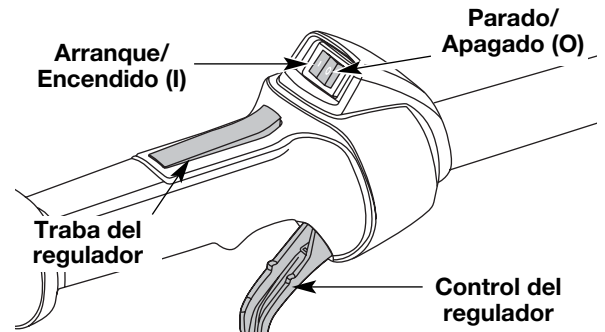

Fig. 19
**NOTA:** No hay necesidad de encender la unidad. El Control de Parada Encendido/Apagado (On/Off) está en la posición Encendido (ON) (I), en todo momento (Fig. 19).
- Oprima y mantenga oprimido el control de encendido y apagado en la posición de **APAGADO** (O) hasta que el motor se detenga por completo (Fig. 19).